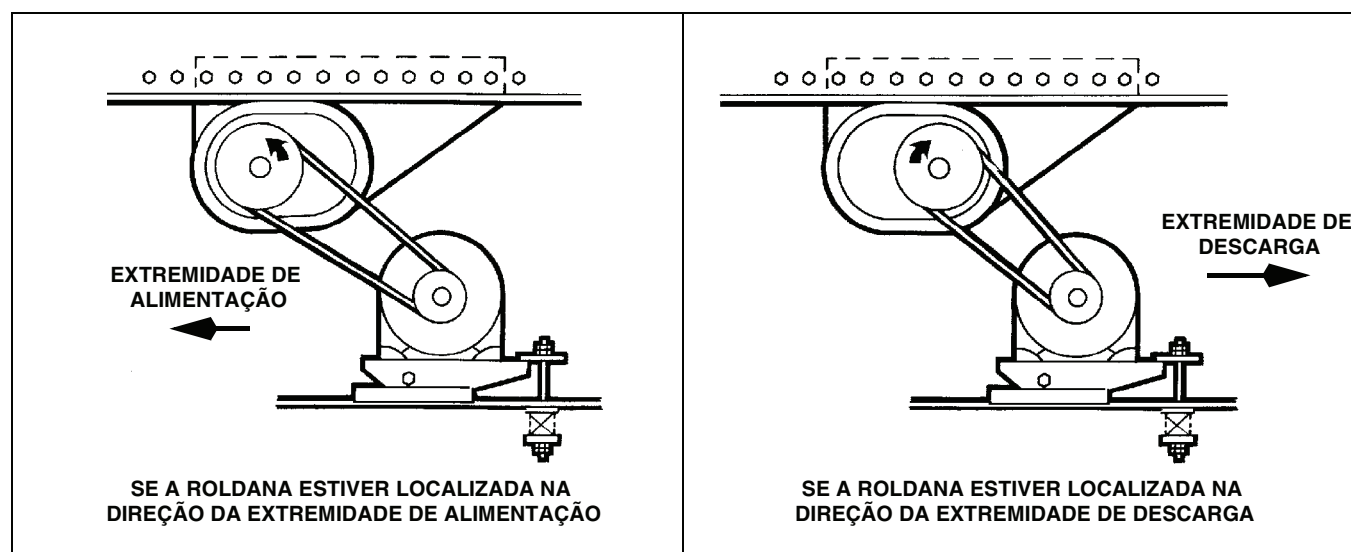

Figura 7-6. Rotação da Roldana
11. Instale a fiação elétrica e o conduíte no motor e verifique se a direção da rotação está correta. Consulte a Figura 7-6.